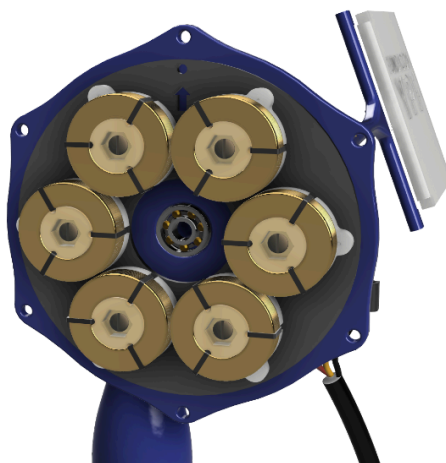

Figura 16. Bobinas colocadas en el disco estator.
6. Para terminar de colocar las bobinas en el disco estator, repetir los pasos 4 y 5 hasta ubicar las 6 bobinas en el disco estator pasando los dos extremos de cada bobina por los agujeros correspondientes y ajustándola con un tornillo, una arandela y una tuerca en cada caso, tal como se muestra en la Figura 16.